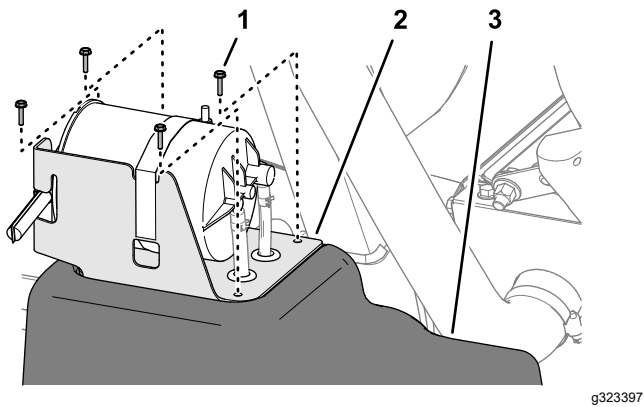

Figura 126
5. Alinee los orificios del soporte del cartucho de carbón con los orificios del depósito de combustible (Figura 126).
6. Monte el soporte en el depósito (Figura 126) con los 4 tornillos (N.º 10 x ¾").